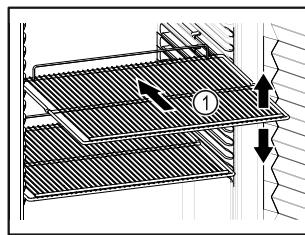

Fig. 55
- Ako su rešetke za polaganje Fig. 55 (1) pomične, prilagodite ih po visini.